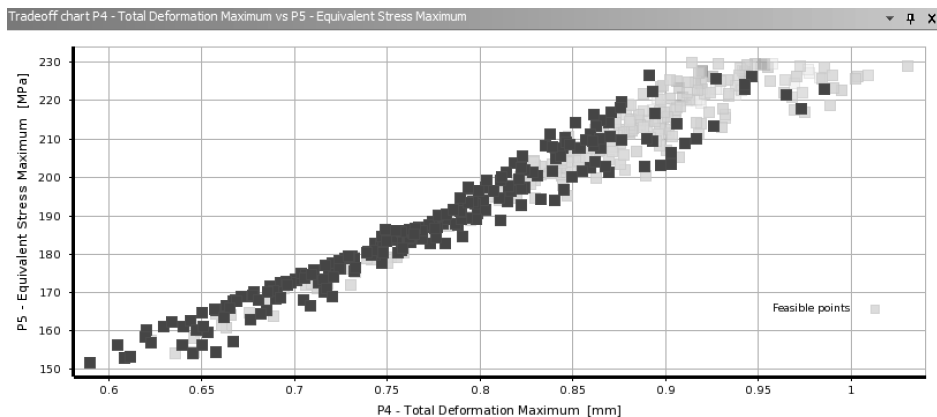
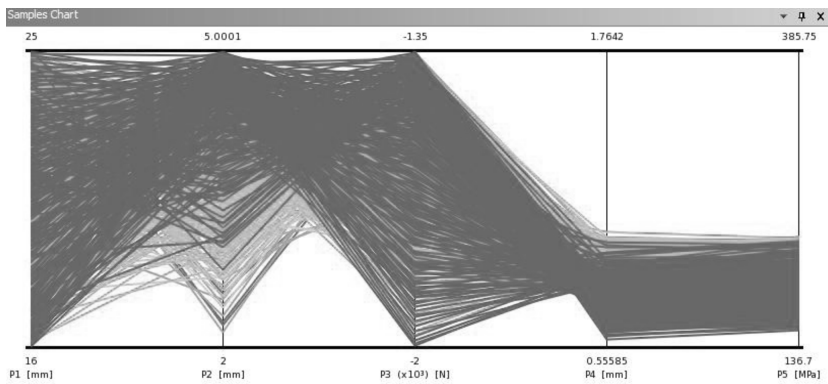
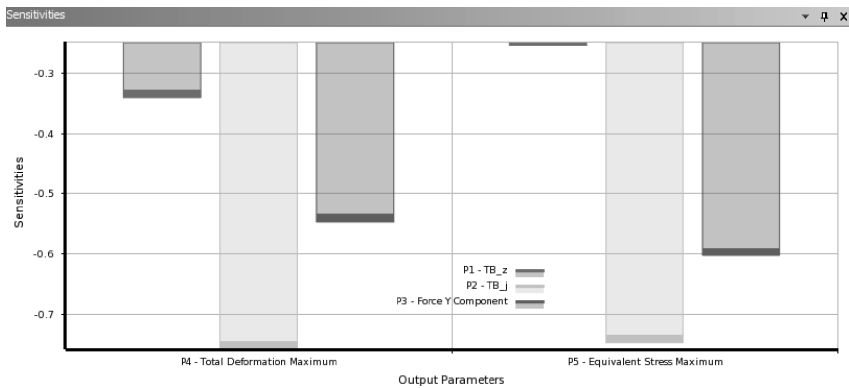

图 12-26 权衡图
图 12-27 样本图
图 12-28 灵敏度图
(6) 可以查看样本点的权衡图，在优化大纲图中，单击【Outline of Schematic B4: Optimization】→【Results】→【Tradeoff】→【Properties of Outline A17: Tradeoff】→【Axes】→【X Axis】= P4-Total Deformation Maximum，【Y Axis】= P5-Equivalent Stress Maximum，如图 12-26 所示。同理，单击 Samples，也可查看样本图，如图 12-27 所示；单击 Sensitivities，查看灵敏度图，如图 12-28 所示。